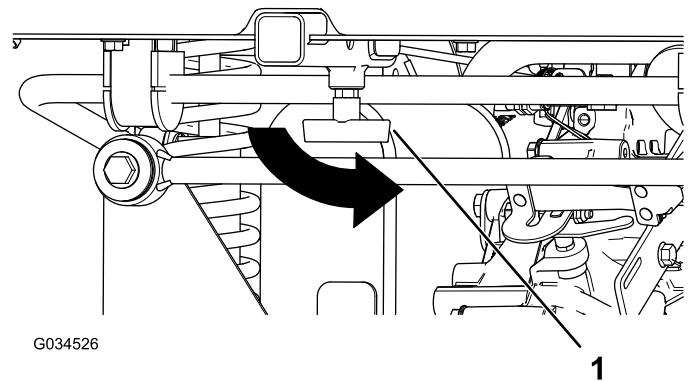

Bild 18
3. Drehen Sie den T-Bügel nach links, um ihn anzuziehen (Bild 18).